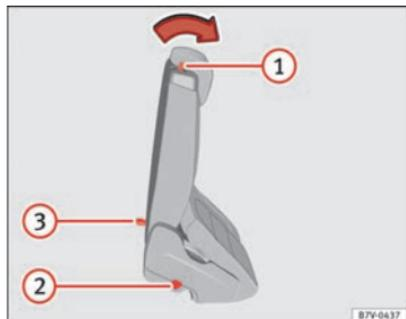

Abb. 82 Zweite Sitzreihe: Bedienelemente der Einstieghilfe.
- Gegebenenfalls Gegenstände aus dem Fußraum der zweiten Sitzreihe entfernen ⇒ ①.
- Hebel ⇒ Abb. 82 ① nach vorn drücken und Rücksitzlehne nach vorn klappen. Der komplette Rücksitz klappt nach vorn ⇒ ⚠ und kann in Längsrichtung noch weiter nach vorn geschoben werden.
- Der Rücksitz muss sicher eingerastet sein, damit die Schutzwirkung der Sicherheitsgurte auf den hinteren Sitzplätzen gewährleistet ist. Die rote Markierung ⇒ Abb. 82 ② darf nicht mehr sichtbar sein ⇒ ⚠ in Rücksitze in Ladebodenposition klappen auf Seite 138.
Wenn der Hebel ⇒ Abb. 82 ① außer Funktion ist, z. B. nach einem Unfall, können die Sitze der zweiten Sitzreihe von der dritten Sitzreihe aus nach vorn geklappt werden, um den Ausstieg aus der dritten Sitzreihe zu erleichtern ⇒ ⚠.
- Schlaufe ⇒ Abb. 82 ③ nach hinten ziehen und Rücksitzlehne nach vorn klappen. Der komplette Rücksitz klappt nach vorn ⇒ ⚠.
- Eine rote Markierung an der Seite des Sitzes → **Abb. 82**  signalisiert eine nicht eingerastete Lehne. Die rote Markierung darf im eingerasteten Zustand nicht sichtbar sein.